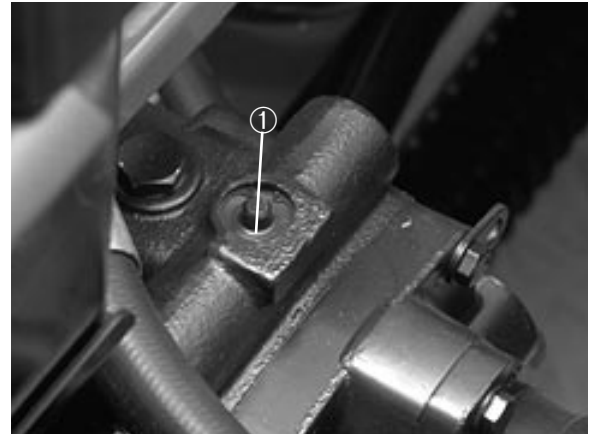

Fig. 18
1. La valvola di bypasso si trova sopra la pompa a cilindrata variabile (Fig. 18). Girare la valvola a 90° in una qualsivoglia direzione per aprirla e lasciare bypassare l'olio all'interno. Ora che il fluido viene bypassato si può spostare la macchina, lentamente, senza arrecare danni alla trasmissione.